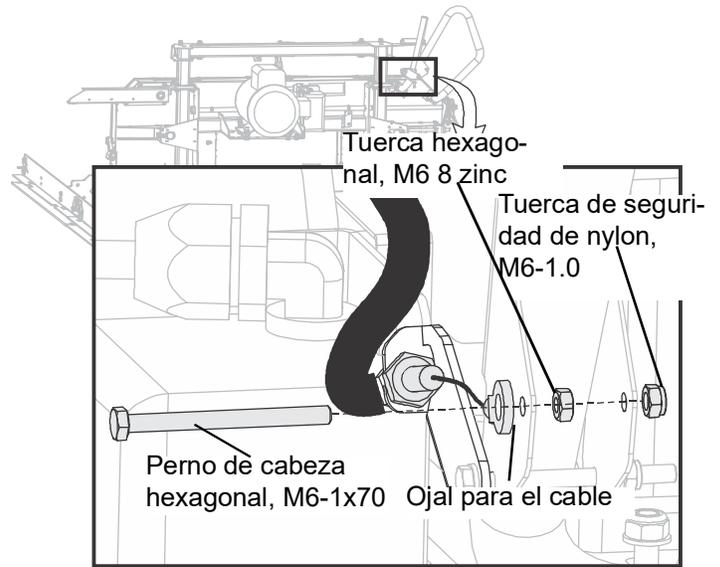

FIG. 3-27
6. Apriete el cable de embrague en la abrazadera con una llave. (Vea FIG. 3-27 )